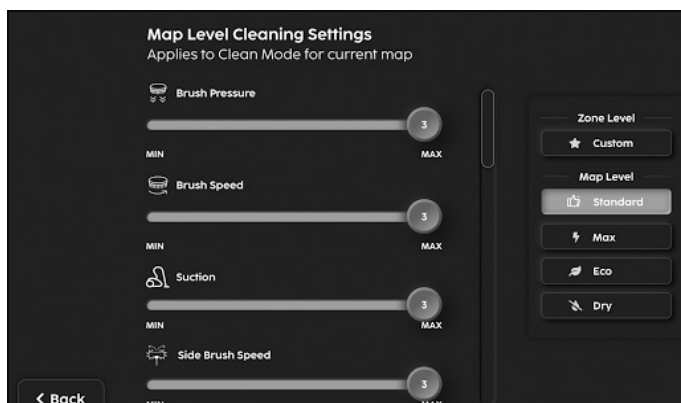

Afbeelding 34
14. Tijdens het maken van het reinigingsgebied is het toegestaan om te schakelen tussen grens en route (**afb. 34**).
15. Als u tevreden bent, drukt u op 'Stop' (**afb. 34**).